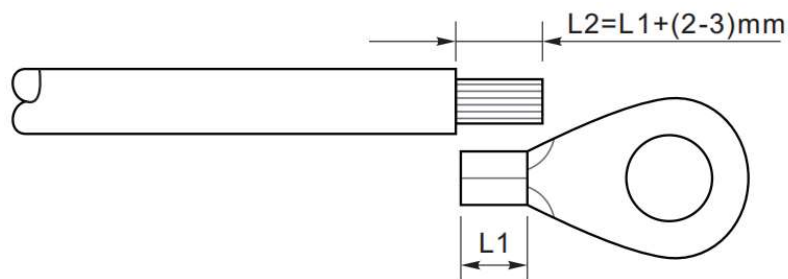

Figura 5-2 Instruções para a conexão de aterramento (1)
Passo 1: Remova a camada isolante sobre um comprimento apropriado usando decapador, como indicado na figura 5-2.